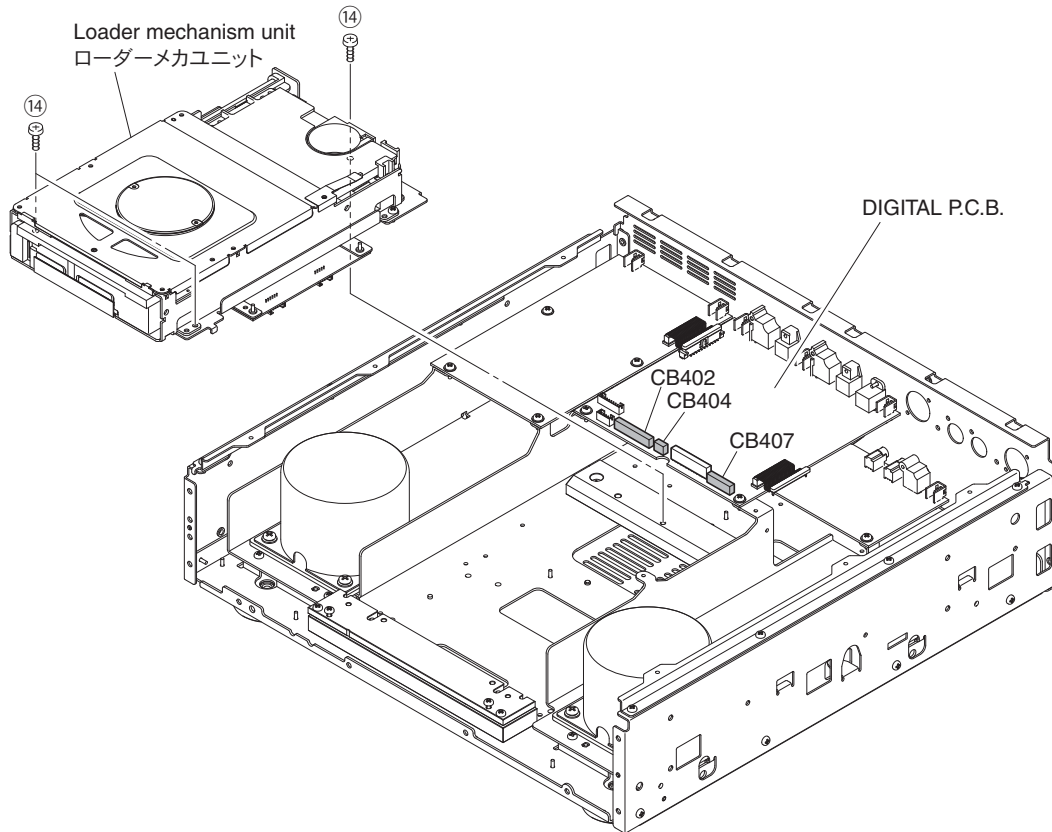

Fig. 6
- Remove 3 screws (14). (Fig. 6)
- Remove CB402, CB404 and CB407. (Fig. 6)
- Remove the loader mechanism unit. (Fig. 6)
- ⑭のネジ3本を外します。(Fig.6)
- CB402、CB404、CB407を外します。(Fig.6)
- ローダーメカユニットを外します。(Fig.6)